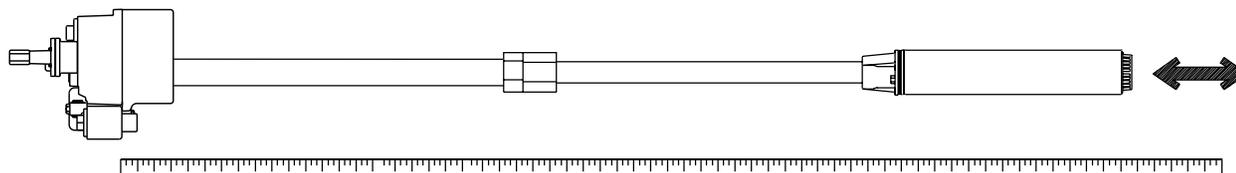

Figura 2.5 Ajuste de la longitud de la bomba
- 5: Tire el extremo de la UMP hasta que la distancia entre el fondo del tubo múltiple y el fondo de la UMP se encuentre a 5 pulgadas (125mm) [14 pulgadas (356 mm) para succión flotante] más corta que la distancia medida en el paso 2 (vea la figura 2.5).